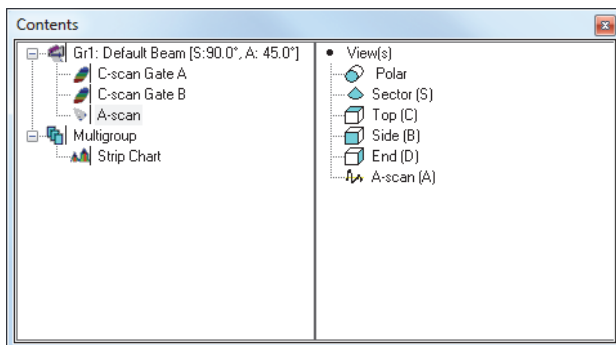

図 4-37 [Contents] ダイアログボックスの例
2. コンポーネントツールバーの  をクリックして（または SHIFT+ENTER を押して）、[Contents] ダイアログボックスを開きます（139 ページの図 4-37）。